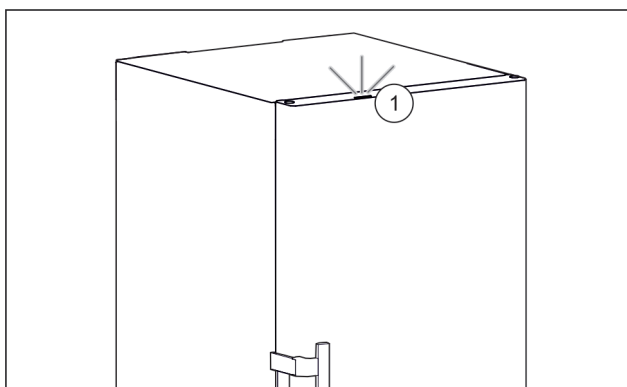

Fig. 42 Aktives Statuslicht bei geschlossener Tür
- Statuslicht Fig. 42 (1) ist aktiviert.